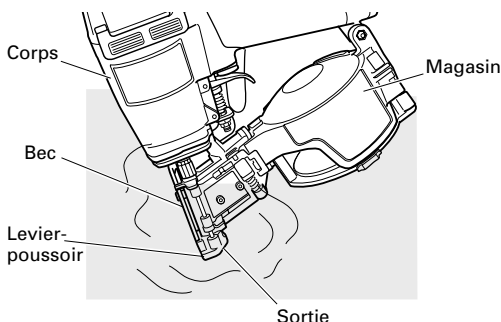

Fig. 15
- (1) Veuillez immerger seulement la zone se trouvant autour de l'orifice de décharge dans du solvant, mais ne pas immerger le cylindre ou le magasin. (Voir Fig. 15)